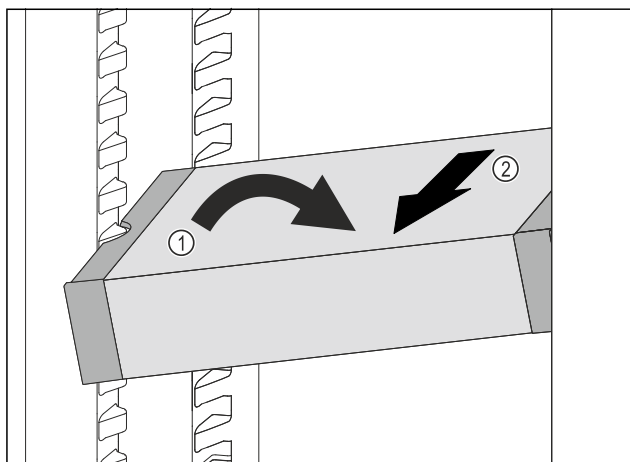

Fig. 127
- ▶ Встановити VarioSafe під кутом в охолоджувальному відділенні. Fig. 127 (1)
- ▶ Витягнути VarioSafe вперед. Fig. 127 (2)